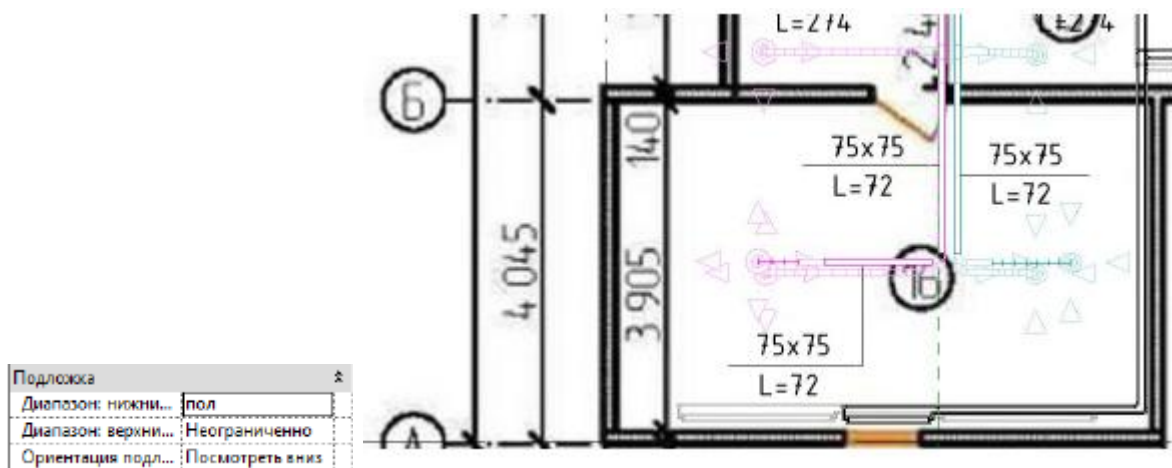

Рисунок 3.44. Пример вида плана второго этажа с настройкой диапазона нижнего уровня по полу
- Ориентация подложки. Задаёт направление вида диапазона подложки. Если выбрано значение «Посмотреть вниз», подложка отображается, как если бы она рассматривалась сверху, т.е. как вид в плане (рис. 3.44, 3.45). Если выбрано значение «Посмотреть вверх», подложка отображается, как если бы она рассматривалась снизу, т.е. как зеркальное отображение потолка.